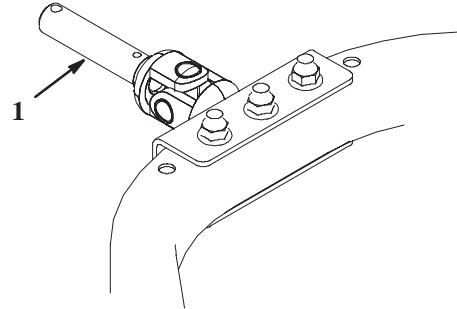

Bild 4
1. Schmieren Sie den nicht lackierten Teil des Sulky-Gelenkschafts leicht mit Öl ein (Bild 4).